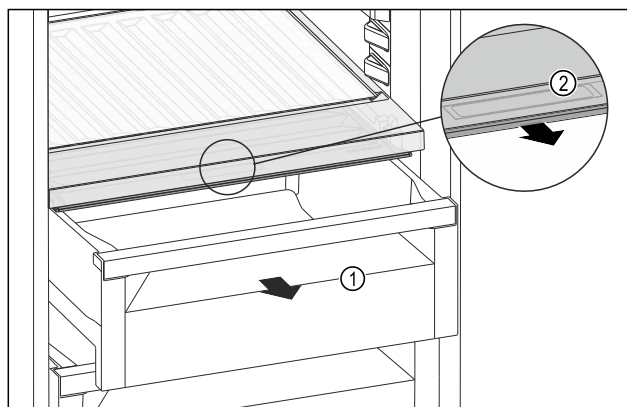

Fig. 186
- Tërhiqni jashtë sirtarin Fig. 186 (1).
- Kapni dorezën e futur Fig. 186 (2) në kapakun e ndarjes dhe në të njëjtën kohë tërhiqni përpara kapakun e ndarjes.